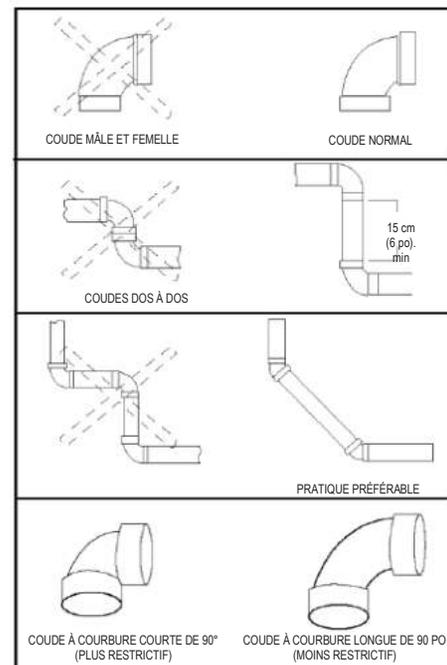

Fig. 14
Remarque : Les informations de la Figure 14 sont fournies à titre de référence pour illustrer les bonnes pratiques d'installation d'un tuyau de ventilation et n'ont pas pour but de restreindre les options de ventilation au-delà des restrictions établies par la version actuelle du « **National Fuel Gas Code, ANSI Z223.1/NFPA 54** » ou toute réglementation locale ou d'état applicable.
- Éviter de raccorder dos à dos des coudes de 90 degrés et ne pas utiliser de coudes mâle et femelle. Respecter une distance minimale de 15,24 cm (6 po) entre deux coudes d'une section droite de tuyau. Des coudes rapprochés à court rayon de courbure réduisent la capacité de ventilation. La Figure 14 illustre des exemples de raccordement de tuyau de ventilation.